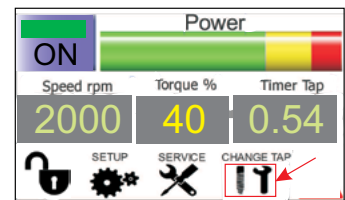

BILD 14
- Auf dem Hauptbildschirm **CHANGE TAP** drücken (BILD 14). Das Signal blinkt.
- CHANGE TAP erneut drücken (BILD 14);
- Die Taste OFF auf dem Touch Screen drücken, um die Gewindeformeinheit wieder einzuschalten (ON).